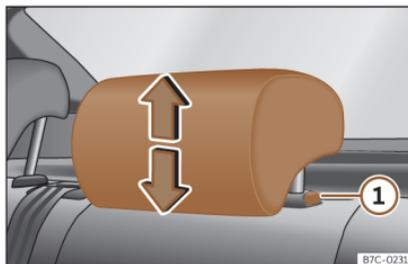

Fig. 76 Apoyacabezas trasero: regulación del apoyacabezas.
- Agarre el apoyacabezas con ambas manos por los lados y empuje hacia arriba hasta encajarlo en la posición deseada. Para bajarlo, haga la misma acción, pulsando el botón lateral ①»» fig. 76.